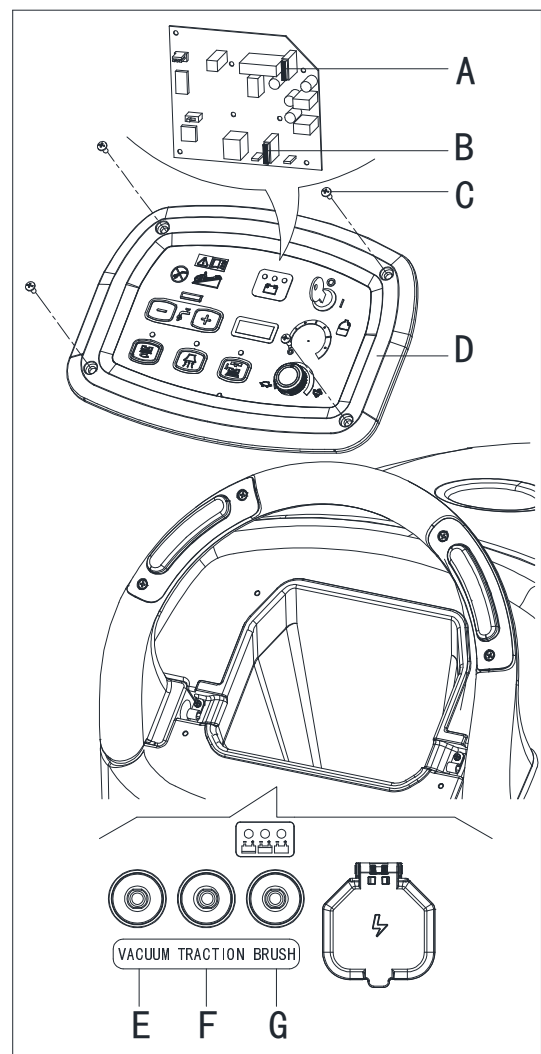

Figure 27
3. Dévisser les vis (C, Figure 27) sur le panneau de commande (r), puis retourner le PCB pour trouver le fusible (A, B, Figure 27).